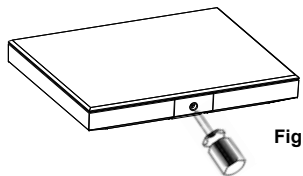

Fig.3
- Serrer la vis de fixation « **G** » (Fig. 3).